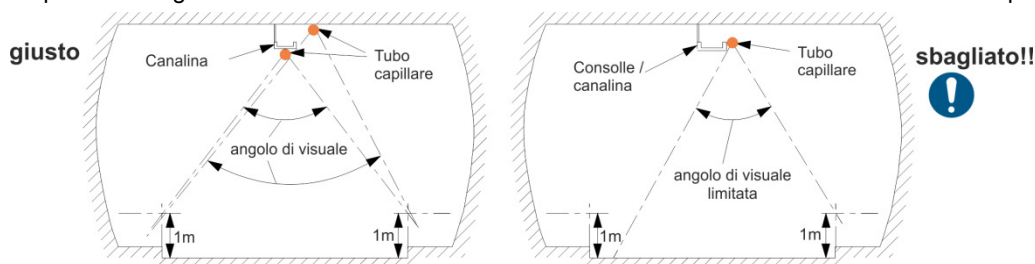

Fig. 18 Angolo di visuale per il montaggio del tubo capillare nelle gallerie
- Il tubo capillare deve essere posato in modo da non compromettere l'angolo di visuale laterale, **Fig. 18**.